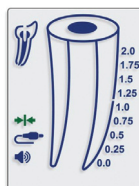

Fig. 3
- 5.3.2. Sul display viene visualizzato l'icona "Connessione" ➡➡➡ indicando con ciò che il collegamento è corretto (Fig. 3).